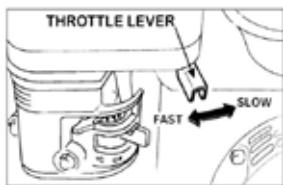

рис.8
4.2 Регулировка производительности насоса см. рис.8
Производительность насоса контролируется настройкой скорости работы двигателя. Перемещение рычага управления дроссельной заслонкой (рис.8) в направлении FAST (быстро) увеличивает производительность насоса, перемещение его в направлении SLOW (медленно) уменьшает производительность.